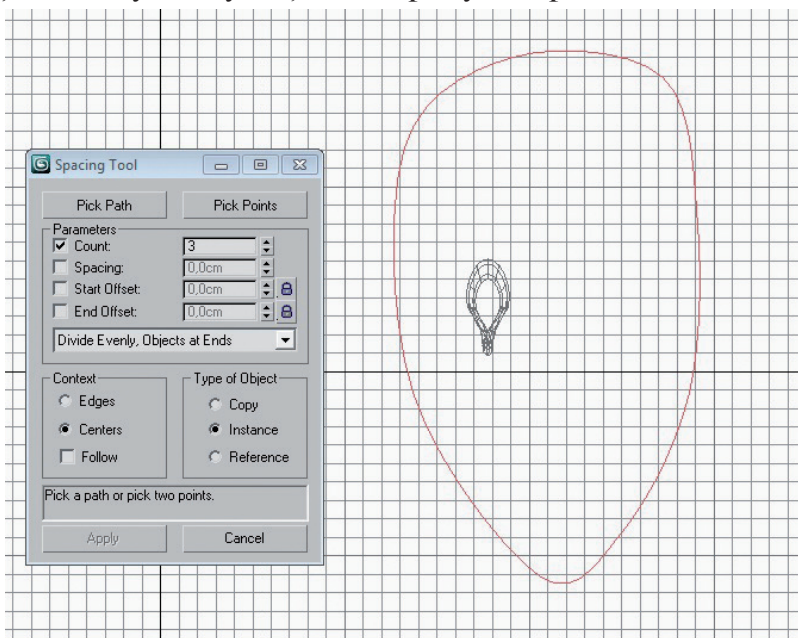
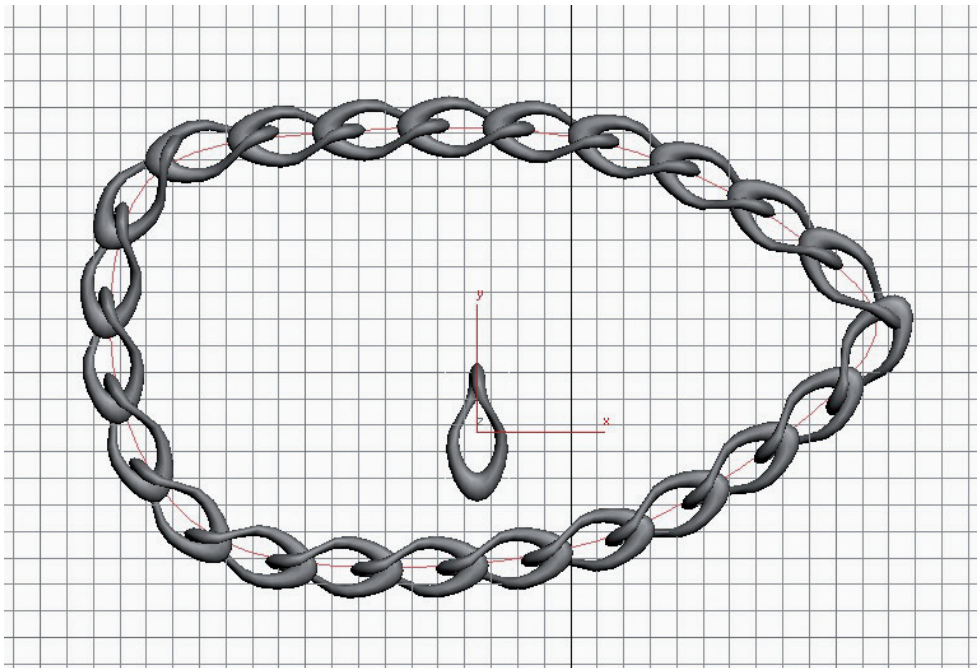

Рис. 7. Линия для будущей цепи
Рис. 8. Получившаяся цепь
5. Постройте путь для будущей цепи. Для этого инструментом Line (линия) в окне Front нарисуйте замкнутую линию плавных очертаний (рис. 7), это послужит путем, по которому выстроятся копии звена цепи.
6. Выделите звено, построенное в пункте 3, и выполните команду Tools (сервис) → Aling (выравнивание) → Spacing Tool (распределение). В диалоговом окне Spacing Tool щелкните по кнопке Pick Path (указать путь) и затем по линии, построенной в пункте 5; укажите в счетчике Count (количество) необходимое число звеньев в зависимости от соотношения размеров звена и линии (см. *рис. 7*). Также можно поставить флажки напротив пункта Follow (следование) и Centers (ориентирование от центра). Звенья сразу же выстроятся в цепь в окнах проекций, и, если результат устраивает, необходимо нажать на кнопку Apply (применить). Обратите внимание на то, что звенья должны проникать друг в друга (*рис. 8*).